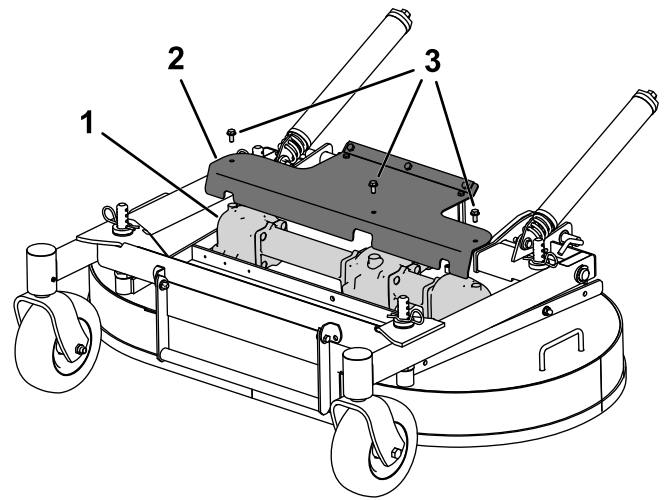

Figura 34
3. Rimuovete la protezione per accedere alla scatola degli ingranaggi (Figura 34)